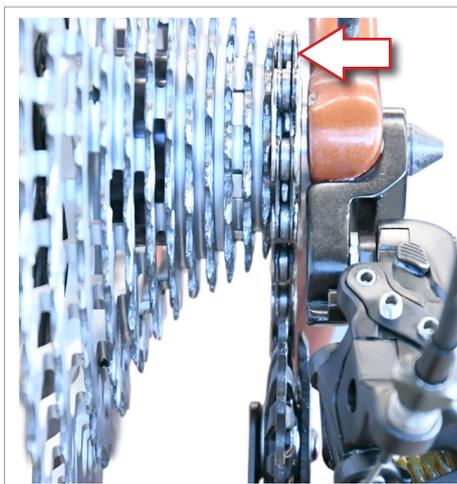
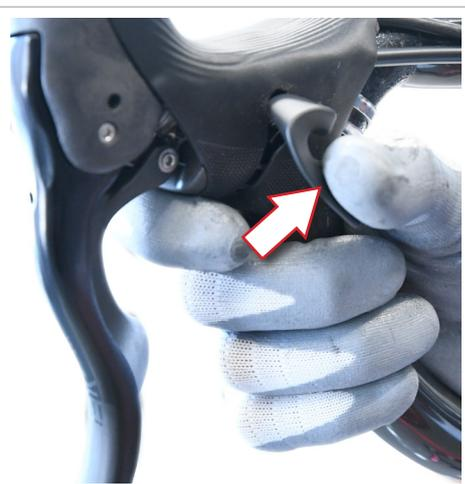

Fig.7
Fig.8
- Realice esta operación con la cadena situada en el piñón más pequeño (Fig. 7) de la rueda libre y con el pulsador del mando Ergopower™ a cero (Fig. 8).